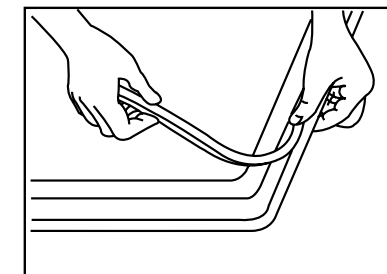

Рис. 25
2) Проложите по всему периметру стеклянного края уплотнительную прокладку, как показано на рис. 25.